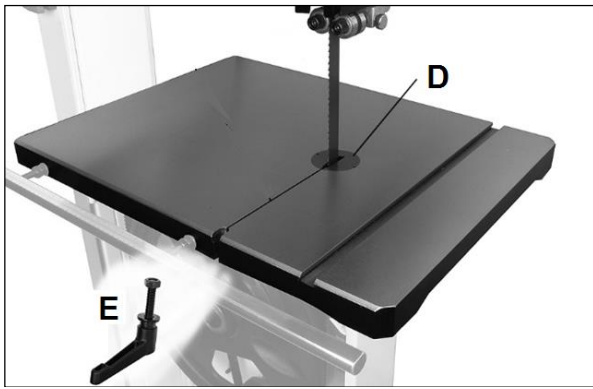

Fig 29
Retirez l'insertion de table (D, Fig 29) et la poignée de la fente (E).